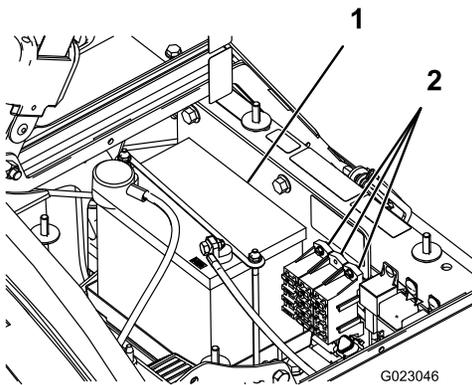

图 32
电气系统中有 2 个保险丝模块和 1 个插槽。它们都位于座椅下面 图 32。
2. 电池位于机器右侧泵的下方 图 32。
5. 拆下电池固定装置和紧固件 图 32。
2. 安装电池固定装置并使用之前拆下的紧固件进行固定 图 32。
4. 安装电池盖使用 2 个旋钮固定 图 32。
1. 松开电池盒两侧的旋钮、取下电池盖 图 32。